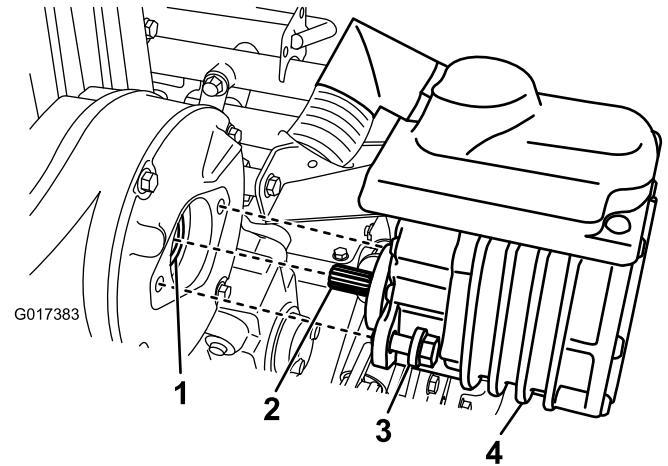

Figura 34
2. Retire los 2 pernos que sujetan el motor a la carcasa de la transmisión (Figura 34).
4. Añada una o dos aplicaciones de grasa con una pistola de engrasar al acoplamiento hembra de la carcasa de la transmisión (Figura 34).